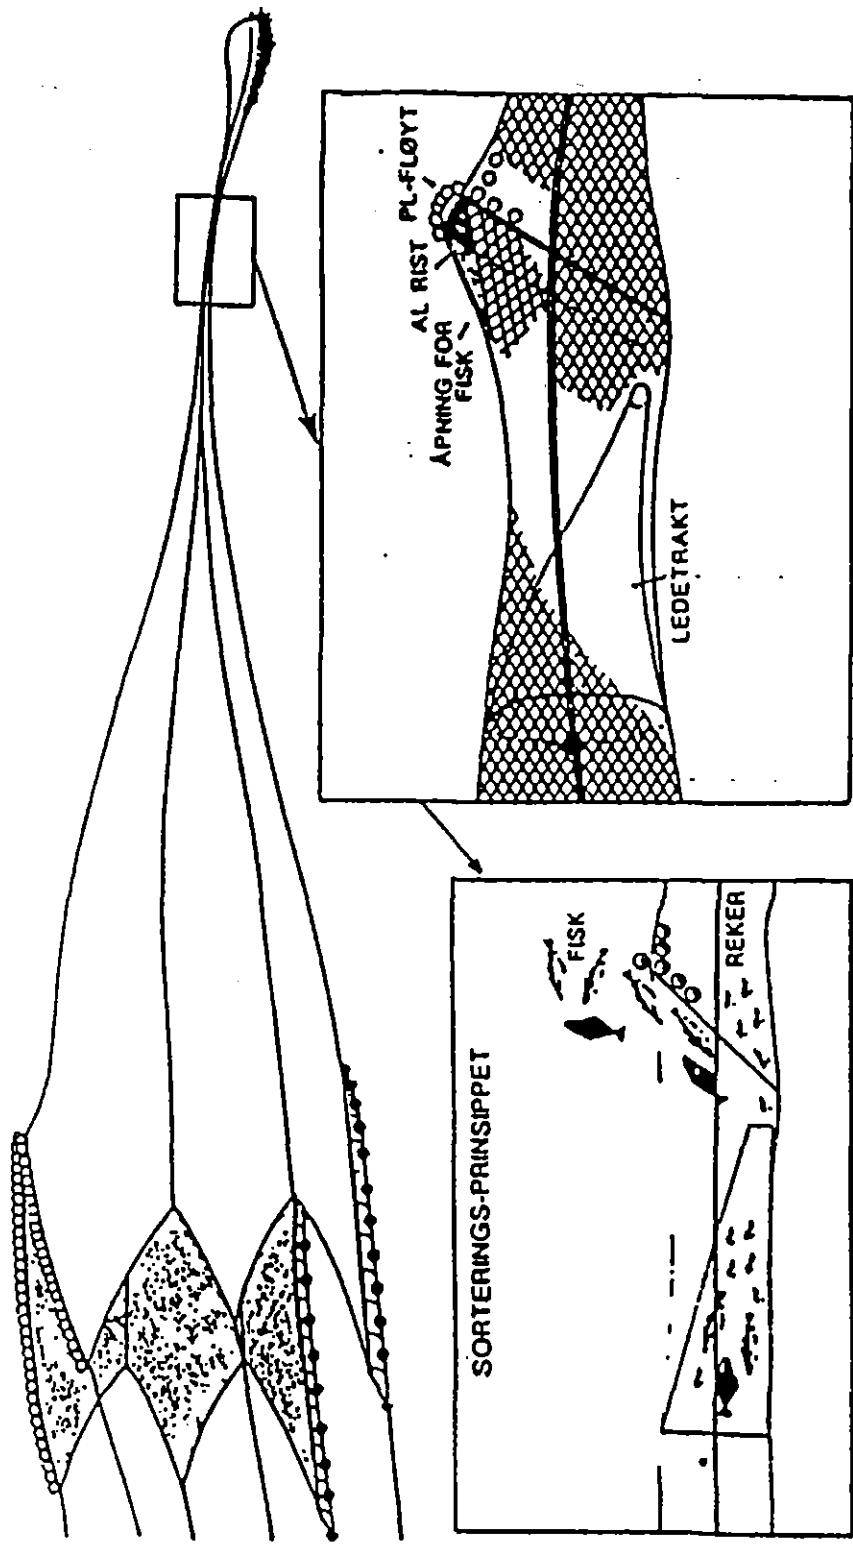

Fig. 1
B. MONTERING (se fig. 1, 2a, 2b og 6).
11. Ledetunnel bør lages av polyetylen (PE) og maskevidden bør være så nært ned mot tillatt som mulig.